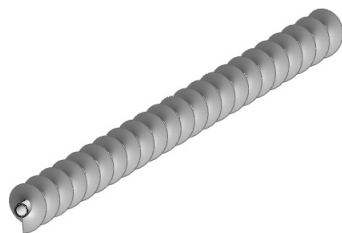

图 5-82 扫描出叶轮曲面
STEP 5 单击“曲面”工具栏中的“扫描曲面”按钮，选择“步骤 4”中创建的直线为扫描轮廓，选择“步骤 3”中创建的螺旋线为扫描路径，扫描出绞龙的叶轮曲面，如图 5-82 所示。